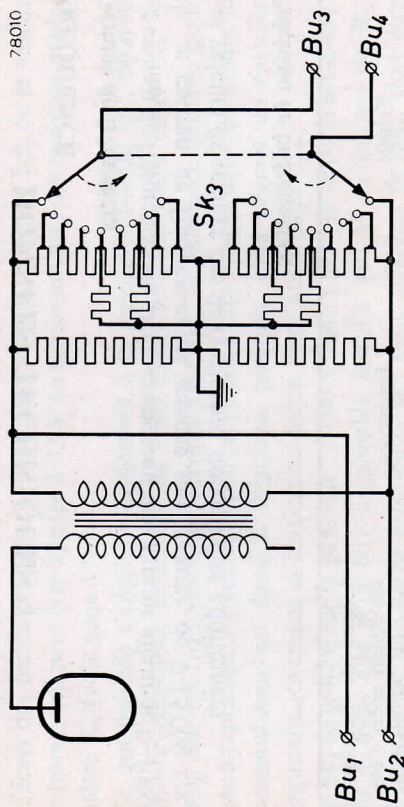

Fig. 3
4. Position "SYM.": La tension anodique de l'indicateur cathodique est également mise hors circuit. L'enroulement secondaire du transformateur de sortie n'est pas mis à la masse. Le circuit de sortie étant raccorder sur la position "I-II" de Sk_1 , on prélève dans ce cas une tension symétrique, le milieu électrique de l'atténuateur étant mis à la masse (voir fig. 3).
On trouve sur la position "SYM.", la tension de sortie (à Bu_1 et à Bu_2 aussi bien qu'à Bu_3 et à Bu_4) est symétrique par rapport à la masse (voir aussi la fig. 3). Aucune des bornes Bu_1 , Bu_2 , Bu_3 ou Bu_4 ne peut être mise à la masse ni connectée à un point avant un potentiel fixe avec la masse.